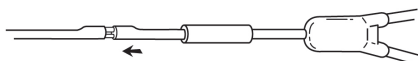

Fig. 5
5. Introduire la canule métallique, petite et grande, dans les lumières du cathéter jusqu'à ce que l'extrémité du cathéter de rechange soit à environ 3 mm de l'extrémité du cathéter. (Fig. 5)